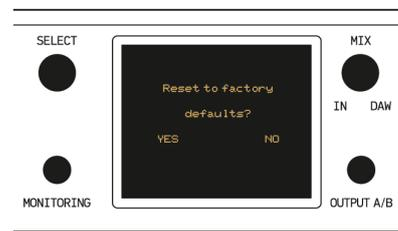

Abb. 41
3. Auf dem LCD erscheint die Meldung Reset to factory defaults?, die signalisiert, dass der Wiederherstellungsmodus bereit ist (Abb. 41).
5. Sollten Sie dies doch nicht wünschen, so brechen Sie den Vorgang ab und kehren Sie in den **Input/Output Mode** zurück, indem Sie die OUTPUT A/B Taste (NO) betätigen.